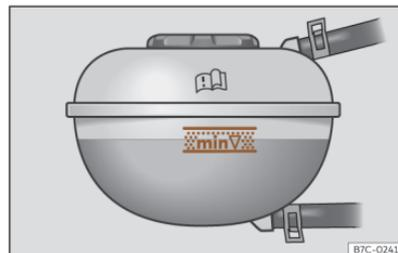

Abb. 209 Im Frontraum: Markierung am Kühlmittelausgleichsbehälter.
- Überprüfen Sie bei kaltem Motor den Kühlmittelstand an den seitlichen Markierungen des Ausgleichsbehälters >>> (Abb. 209). Der Kühlmittelstand muss zwischen den Markierungen liegen.
- Der Kühlmittelstand muss sich zwischen den Markierungen des Ausgleichsbehälters befinden >>> (Abb. 209). **Nicht über die Oberkante des markierten Bereichs auffüllen** >>> .
- Das Kühlmittel darf beim Auffüllen die Oberkante des markierten Bereichs nicht überschreiten >>> (Abb. 209). Andernfalls kann überschüssige Flüssigkeit bei steigender Temperatur aus dem Motorkühlsystem ausgestoßen werden und Schäden verursachen.